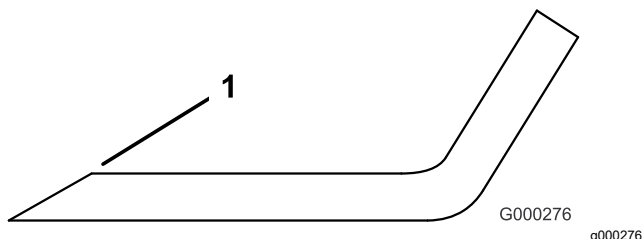

Figura 89
3. Inspeccione los filos de corte de todas las cuchillas, y afílelos si están romos o tienen mellas (Figura 89).
Nota: Afíle únicamente la parte superior del filo y mantenga el ángulo de corte original para asegurar un filo correcto (Figura 89). La cuchilla permanece equilibrada si se retira la misma cantidad de metal de ambos filos de corte.